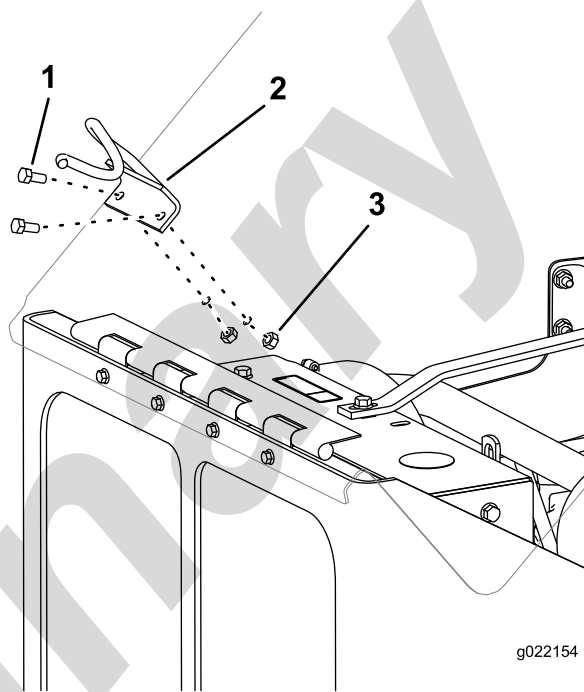

Figura 3
2. Monte el soporte de la guía de cable del capó en el exterior del capó, introduzca los 2 pernos (5/16 pulgada) por los taladros del soporte y de la máquina, y sujete el soporte con las 2 tuercas (5/16 pulgada) en el interior del capó (Figura 3).